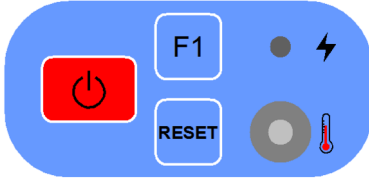
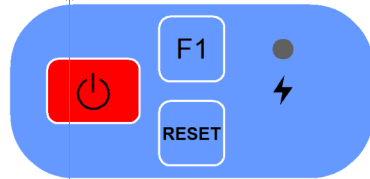

Bild 1: Tastenfeld beim VM100A
Bild 2: Tastenfeld beim VM100B
An der oberen Schmalseite finden Sie ein kleines Tastenfeld mit der Einschalttaste, der Resettaste und einer Funktionstaste. Beim VM100A befindet sich hier außerdem der Infrarot-Temperatursensor (Bild 1 und Bild 2). Die Lade-LED leuchtet bei Anschluss an ein USB-Ladegerät oder einen PC rot.
Das VM100 wird durch kurzes Drücken der roten Taste auf dem seitlichen Tastenfeld eingeschaltet (Bild 1 und Bild 2). Es startet immer mit den zuletzt gewählten Einstellungen und ist sofort einsatzbereit im Messbetrieb. Sollte die Akku vollständig entladen sein, kann der Anschluss eines Ladegeräts zum Starten erforderlich sein.
- Die Menüleiste zeigt das Datum und die Uhrzeit an. Beim VM100A sehen Sie darunter die gemessene Temperatur des eingebauten Infrarot-Sensors ( Bild 1).